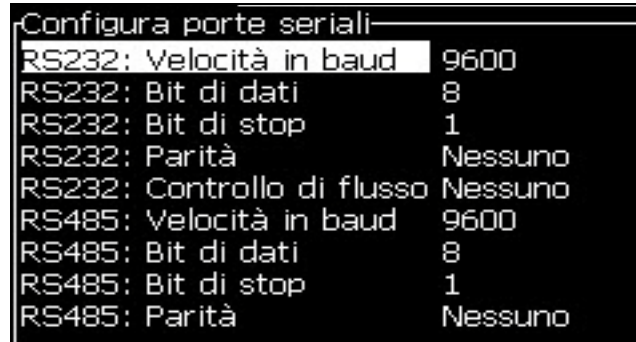

Figura 4-21: Finestra di dialogo: configura porte seriali
- 2 Selezionare *Serial Port Configuration* (configurazione porta seriale) e premere *Invio*. A questo punto, appare la finestra di dialogo *Configure Serial Ports* (configura le porte seriali)(vedi Figura 4-21).